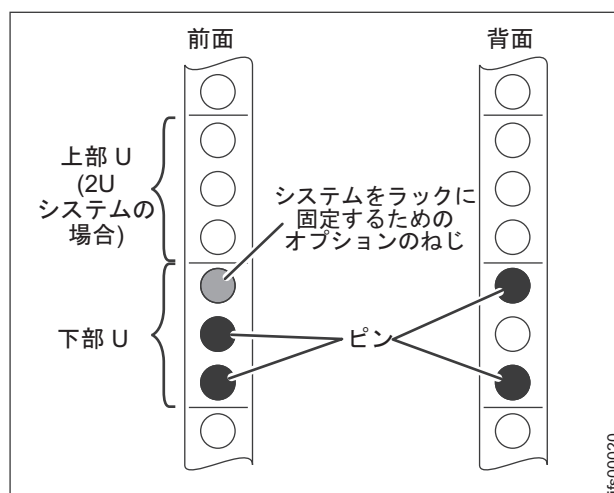

図 26. ラックの下部セクションに 2U のスペースを見付けます。
2. ラックにファイル・モジュールを取り付ける 2U のスペースを選択します。 図 26を参照してください。